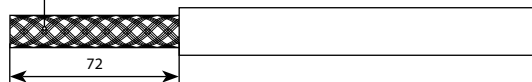

Рис. 1
4.1.1. Разрезать и снять оболочку с нагревательной ленты (см. рис. 1).